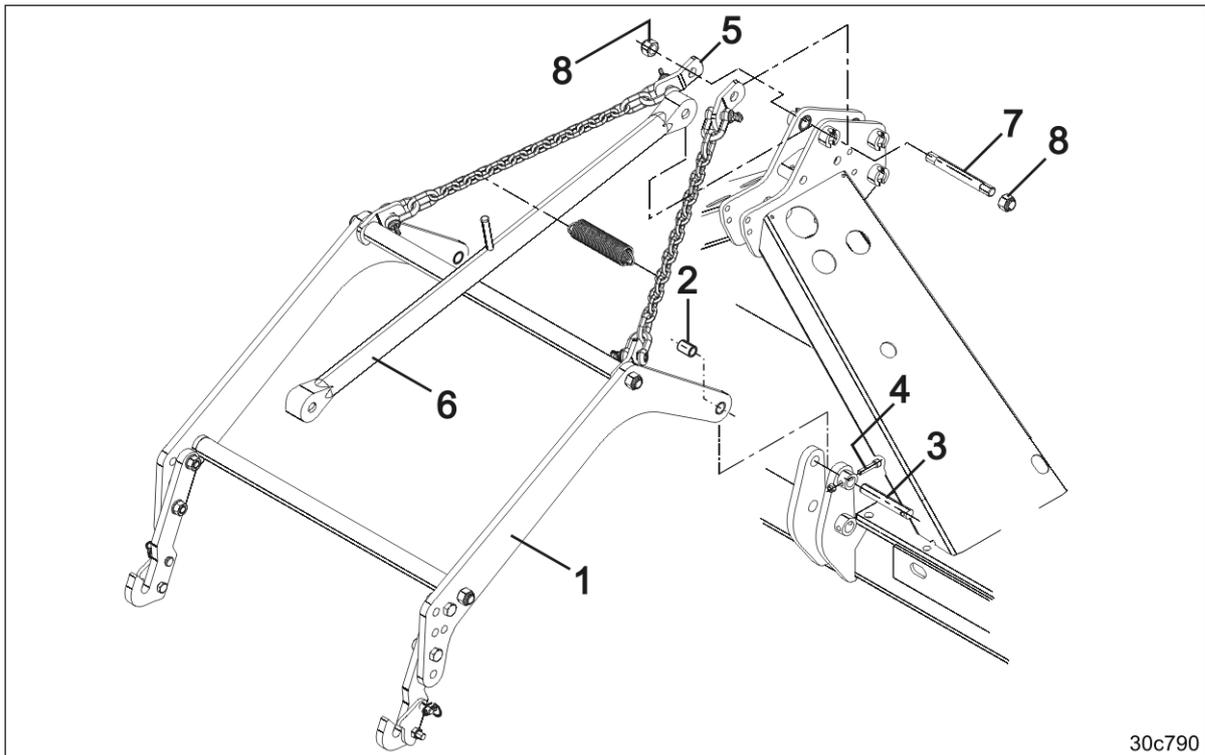

Fig. 37
1. Accrochez les bras porteurs (Fig. 37/1) à un palan.
2. Fixez les bras porteurs ainsi que les deux entretoises (Fig. 37/2) à l'outil de préparation du sol avec deux chevilles (Fig. 37/3).
3. Arrêtez les chevilles avec les vis (Fig. 37/4) et les écrous.
4. Fixez les languettes (Fig. 37/5) des chaînes ainsi que le bras supérieur (Fig. 37/6) à l'outil de préparation du sol avec une cheville (Fig. 37/7).
5. Fixez la cheville avec deux écrous (Fig. 37/8).